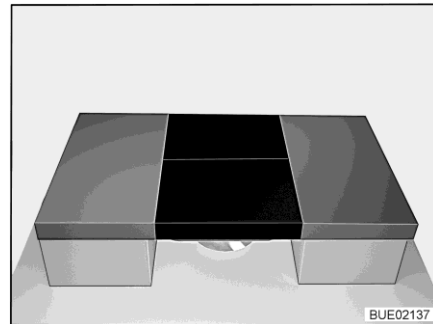

Fig. 157 Después de la transformación
- Colocar dos cojines adicionales en la mesa (véase Fig. 157).